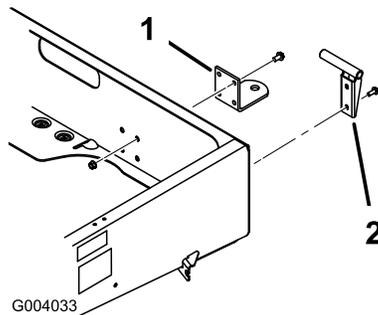

Figura 8
2. Alinee el enganche con los taladros de montaje del bastidor. Fije el enganche con los tornillos y las tuercas (Figura 8).
2. Monte el soporte del pivote izquierdo en la esquina izquierda trasera del bastidor con dos tornillos de arandela prensada (3/8 x 1 pulgada). Apriete los tornillos a 22 Nm. Coloque el soporte según se muestra en Figura 8.